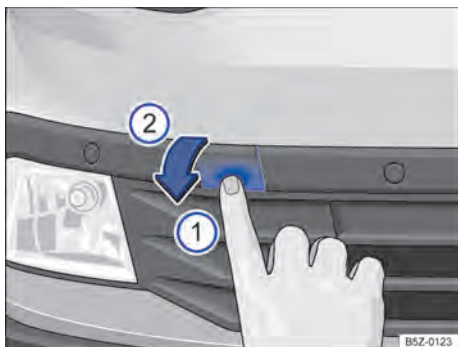

Fig. 189 No para-choque dianteiro à direita: soltar e remover a cobertura.
O alojamento para a argola de reboque rosqueável está localizado à direita do para-choque dianteiro, atrás de uma cobertura ⇒ **Fig. 189**.
⇒ **Fig. 189** ① para soltar o travamento da cobertura.
- Retirar a cobertura para frente ② e deixá-la pendurada no veículo.